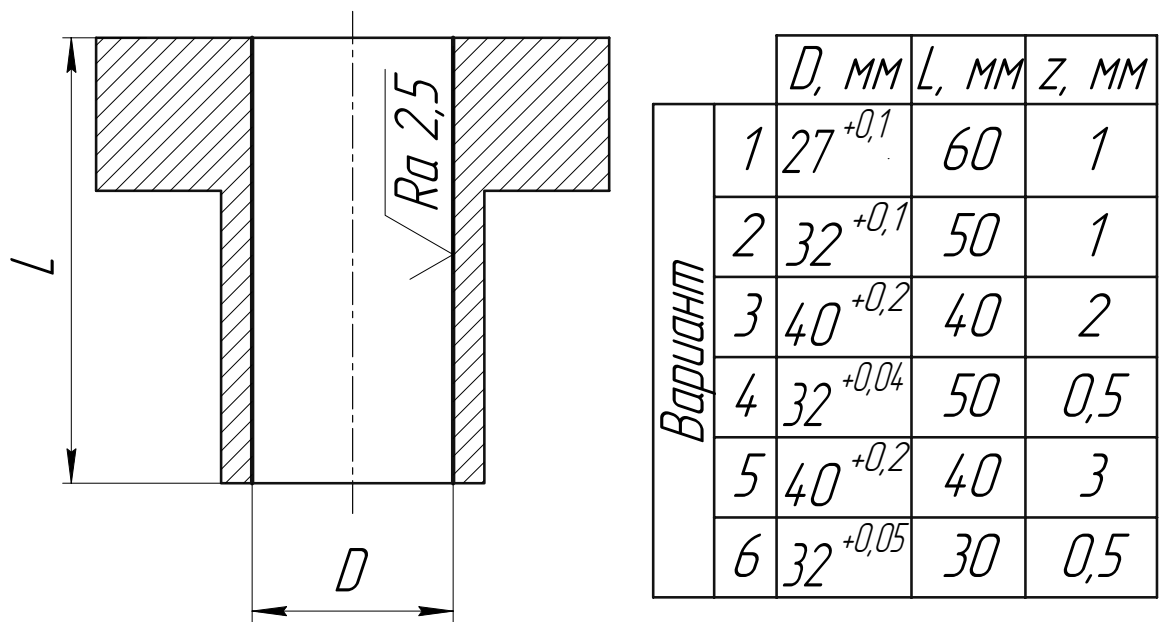

Рис. 8. Рассверливание отверстий сверлами из Р6М5, ВК и ТК, зенкерование, развертывание, протягивание и прошивание отверстий (z – припуск, мм)
10. Рассверливание отверстий сверлами из Р6М5 (см. рис. 8).
11. Рассверливание отверстий сверлами из ВК или ТК (см. рис. 8).
12. Зенкерование отверстий (см. рис. 8).
13. Развертывание отверстий (см. рис. 8).
14. Протягивание отверстий (см. рис. 8).
16. Прошивание отверстий (см. рис. 8).